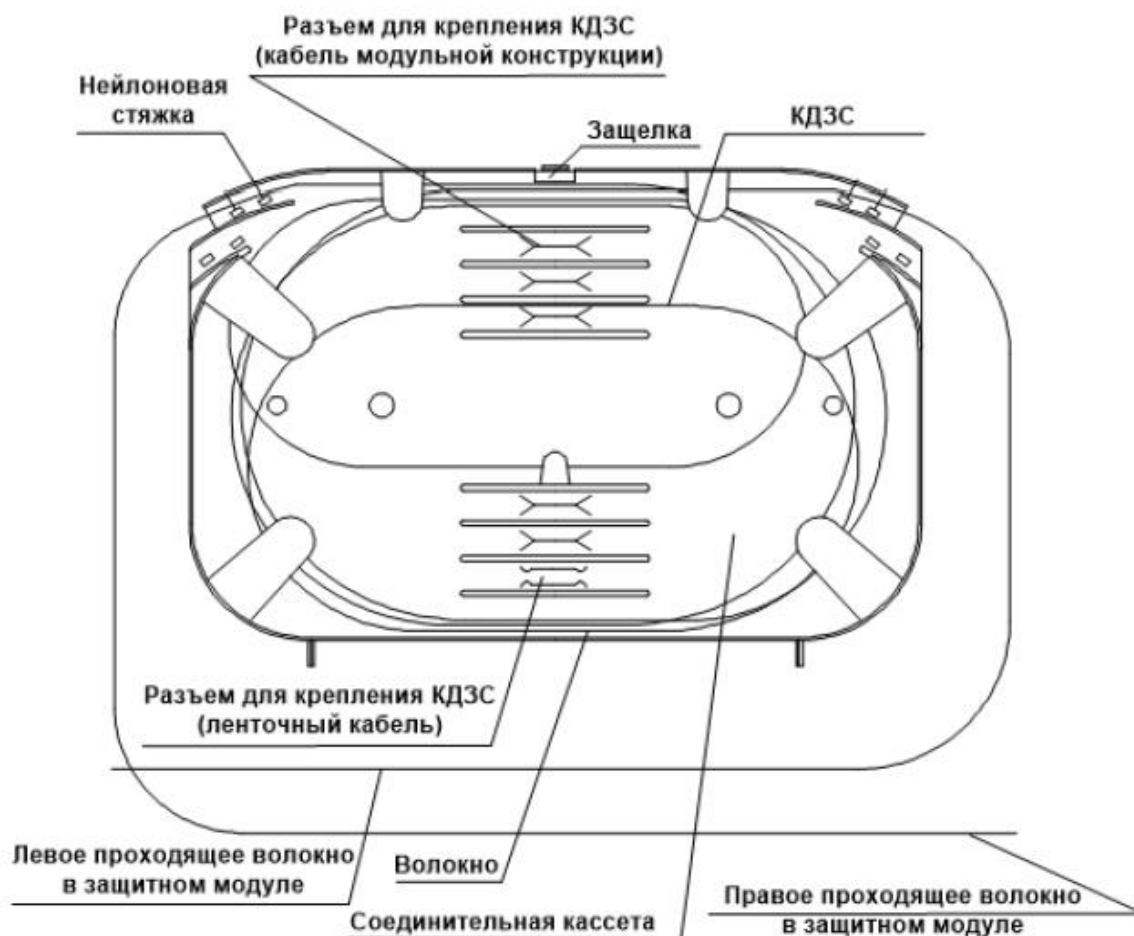

Рисунок 3.6 – Размещение сростков в ячейки кассеты
- Кольца помещаются в соединительную кассету вместе с усаженными в печи сварочного аппарата гильз КДЗС. При этом сначала закрепите КДЗС в одной из ячеек кассеты, затем укладывайте волоконные кольца, увеличивая их диаметр для оптимальной укладки (рисунок 3.6).